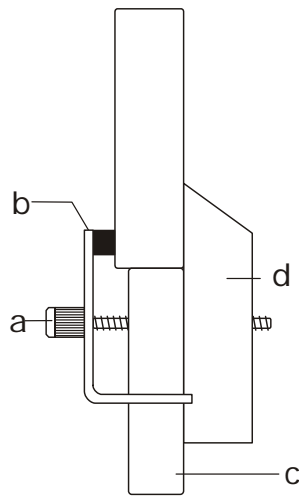

Fig. 5 Montaggio del cristallo nel supporto campione (a Vite, b Ganascia di serraggio, c Base, d Parte fissa del supporto campione)
- Estrarre la ganaschia di serraggio del supporto campione e, mediante la clip di montaggio, posizionare l'astina di vetro (da U19205) nel supporto campione (vedere la Fig. 5).
- Impostare il braccio di misurazione sull'angolo $2\theta = 45^\circ$. Il lato del goniometro deve essere tale che il raggio incidente e riflesso si trovi sul lato inclinato del supporto campione (vedere anche la Fig. 5).